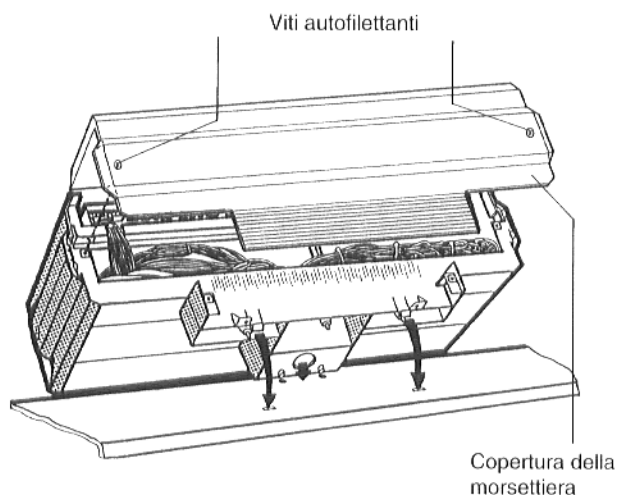

Fig. 10
- Svitare le due viti autofilettanti del coperchio della morsettiera e togliere il coperchio (Fig. 10).
- Piazzare l'apparecchio di regolazione in maniera tale che i ganci ad inserto possano essere introdotti nei predisposti fori ovali anteriori; tirare in avanti l'apparecchio di regolazione e ribaltarlo quindi all'indietro fino a quando i due ganci elastici si incastrano a destra ed a sinistra (Frecce - Fig. 10).